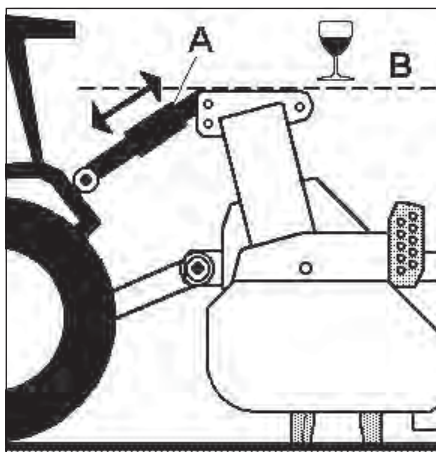

Fig. 26
Per ottenere ciò, è necessario registrare il braccio terzo punto **A** (Fig. 26) in modo che la linea **B** risulti leggermente inclinata all'indietro.
*Pour obtenir cela, il faut régler le bras du troisième point **A** (Fig. 26) de manière à ce que la ligne **B** résulte légèrement inclinée en arrière.*
Um diese zu erhalten, muss man den Oberlenker **A** (Abb. 26) so einstellen, dass die Linie **B** leicht nach hinten geneigt ist. Begrenzen Sie während der Arbeit die Seitenschwankungen, in dem Sie die Dämpfungsflosse des Hebers der Zugmaschine regulieren.
*To do this, adjust the top link **A** (Fig. 26) so that line **B** tilts slightly backwards.*
Para lograr dicha inclinación es necesario regular el brazo del tercer punto **A** (Fig. 26) en modo tal que la línea **B** resulte levemente inclinada hacia atrás.